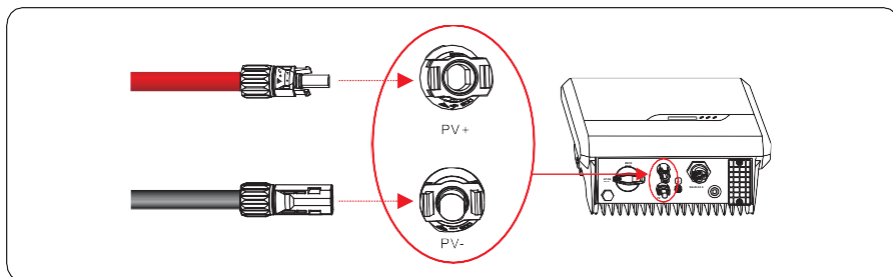

Figura 5.15 Conexión al inversor
**Paso 6** Inserte los conectores positivo y negativo en sus terminales correspondientes del inversor hasta escuchar un clic, tal como se indica en la figura 5.15.